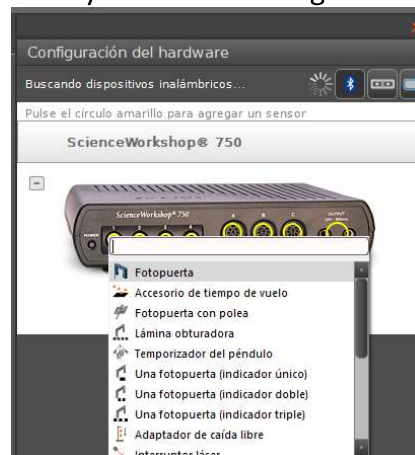

Figura No. 2
4. Seleccione **<Configuración del hardware>** y en el canal 1 asigne **<Fotopuerta>** (*Figura No. 2*).